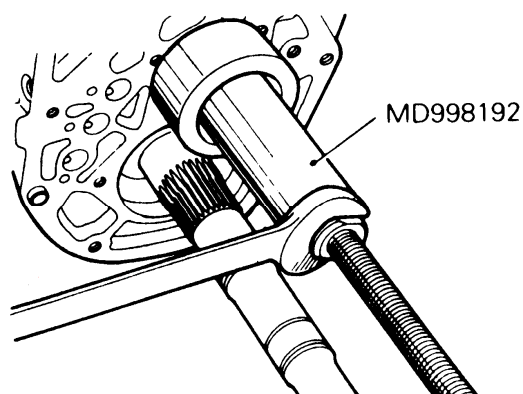

图 3-48 拆卸中间轴中间齿轮
(11) 拆卸中间轴中间轴承时，从中间轴中间轴承拆下卡环，如图 3-48 所示，用专用工具拆下中间轴中间齿轮。